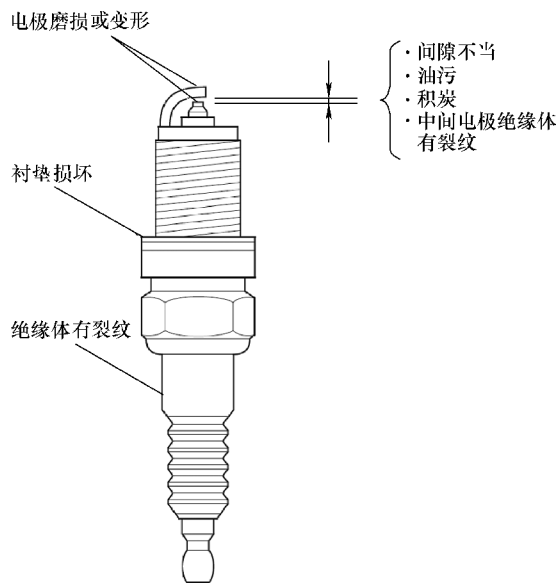

图 23-8 检查火花塞使用情况
1) 拆下火花塞并检查电极与陶瓷绝缘体，如图 23-8 所示。